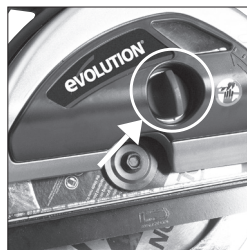

Fig. 1
- Retire el recogedor de virutas de la máquina aflojando el tornillo grande de mariposa. **(Fig. 1)**